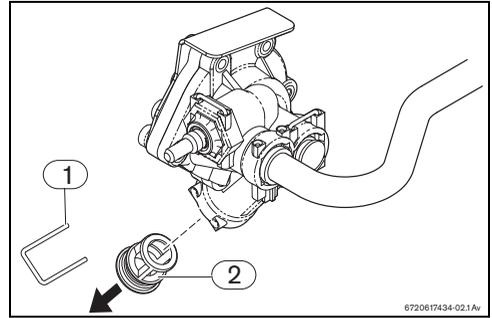

Fig. 8 Purga
- ▶ Retirar la grapilla de fijación de la tapa del filtro (Fig 8, [1]).
- ▶ Retirar la tapa del filtro (Fig 8, [2]) del cuerpo de agua.
- ▶ El aparato no deberá instalarse en lugares cuya temperatura ambiente pueda ser inferior a 0 °C. En caso de que exista riesgo de congelación, desconecte y purgue el aparato (→Fig. 8).